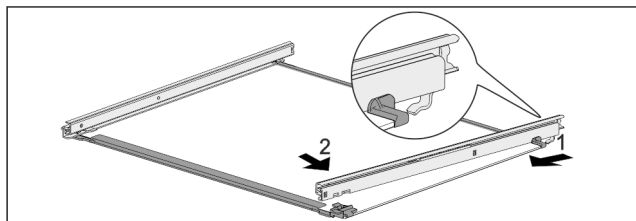

Fig. 85 Стъклена плоча с релси
- ▶ Закачете релсата отзад. Fig. 85 (1)
- ▶ Фиксирайте релсата отпред. Fig. 85 (2)